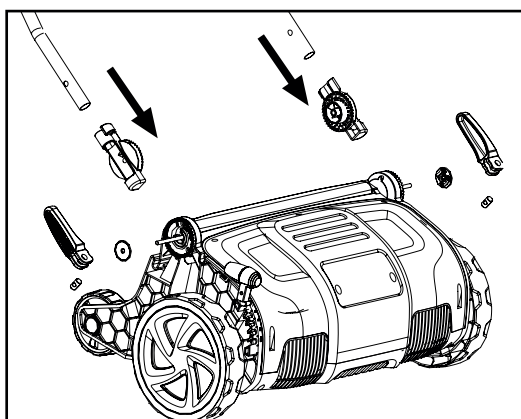

Рис. 1
1. Установите скарификатор на землю. Совместите нижние части ручек с регулировочными шестернями (рис.1).